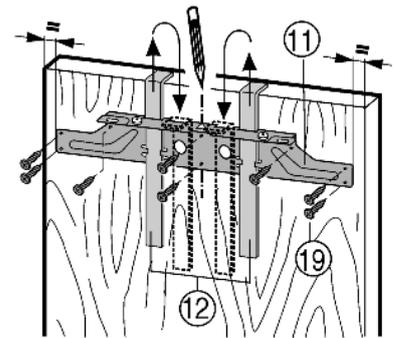

Fig. 14
- ▶ Befestigungstraverse *Fig. 14 (11)* mit den Montagehilfen *Fig. 14 (12)* auf die Innenseite der Möbeltür hängen.
- ▶ Befestigungstraverse *Fig. 14 (11)* mittig ausrichten: kurze Mittellinie auf Möbeltür anzeichnen und Pfeilspitze der Traverse darüberbringen.
- ▶ Die Befestigungstraverse *Fig. 14 (11)* mit mindestens 6 Schrauben *Fig. 14 (19)* festschrauben.
- ▶ Befestigungstraverse *Fig. 14 (11)* mit 4 Schrauben *Fig. 14 (19)* am Rand festschrauben.
- ▶ Montagehilfen *Fig. 14 (12)* nach oben herausziehen und in die danebenliegenden Aufnahmeöffnungen gedreht einschieben.